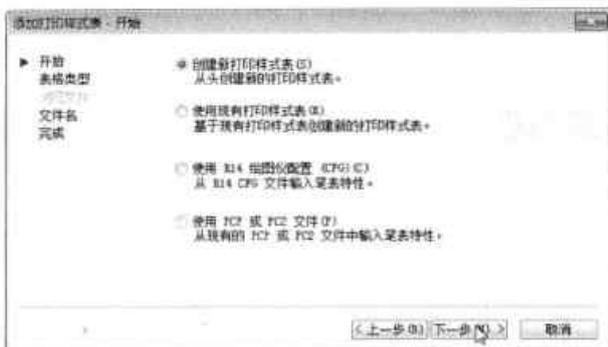

图10-9 “开始”对话框
Step 03 在“开始”对话框中，单击“下一步”按钮，如图 10-9 所示。